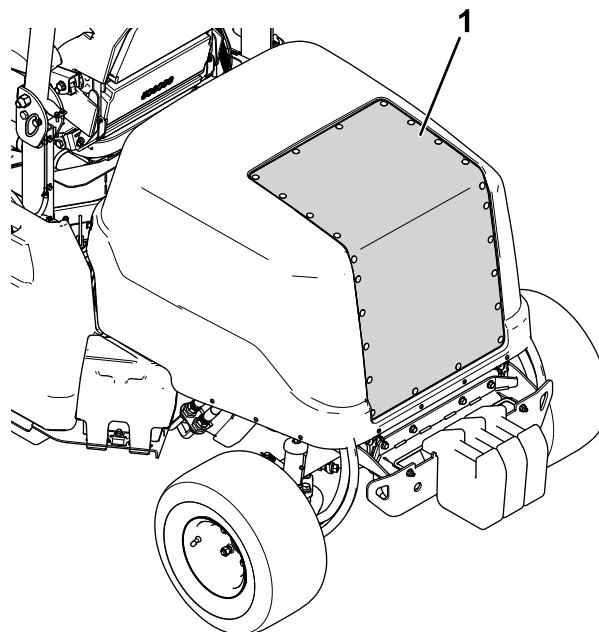

Figura 73
2. Utilizați aer comprimat pentru a curăța ecranul capotei (în modul indicat în Figura 73). Direcționați aerul spre exteriorul mașinii.